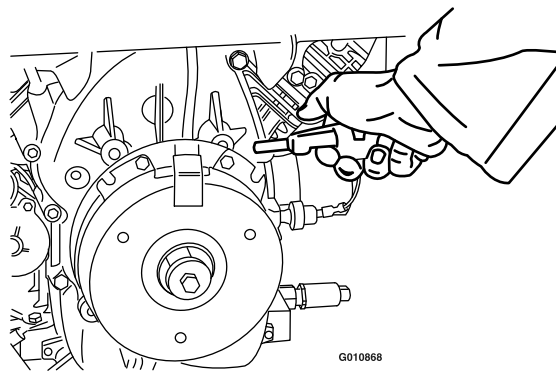

Figure 77
3. Soufflez de l'air comprimé sous le pôle et autour des entretoises du frein pour éliminer tout débris (Figure 77).